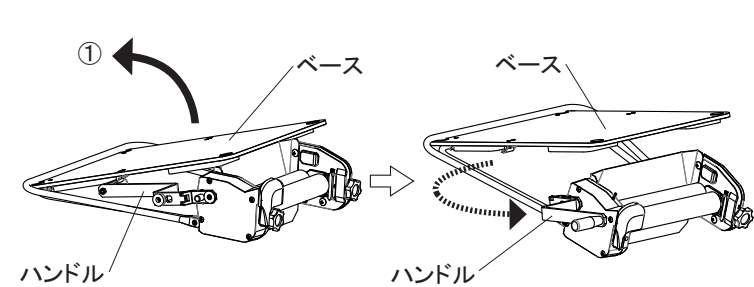
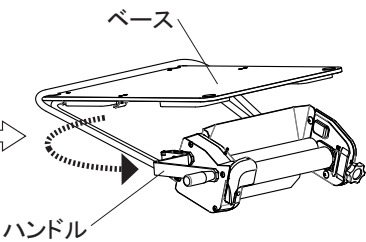

図1
図2
1. 図1のようにベースを上にした状態で、ベースを矢印①の方向に起こしながらハンドルを手前に引き出し図2の状態にしてください。